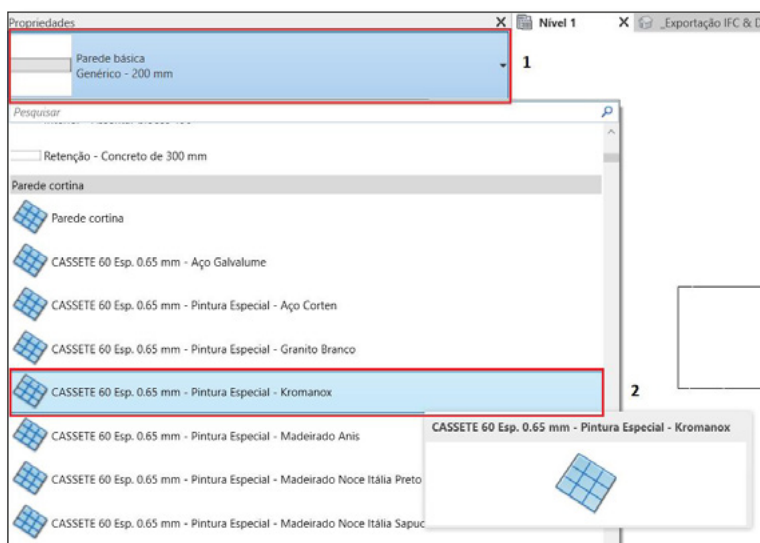

Figura 48 – Seleção do tipo de família que será inserida no projeto.
4. No painel “Propriedades”, selecione o tipo da família carregada que deseja inserir no projeto (Figura 48);